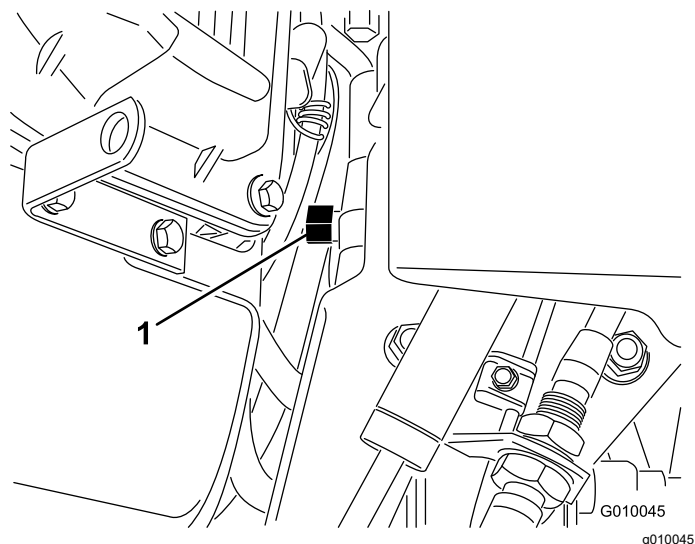

Figura 31
2. Localice la válvula de desvío, situada entre el motor y la bomba hidrostática (Figura 31).
que el fluido hidráulico se desvíe alrededor de la bomba y que las ruedas giren (Figura 31).
5. Para volver a poner la máquina en marcha, gire la válvula de desvío una vuelta en sentido horario (Figura 31).